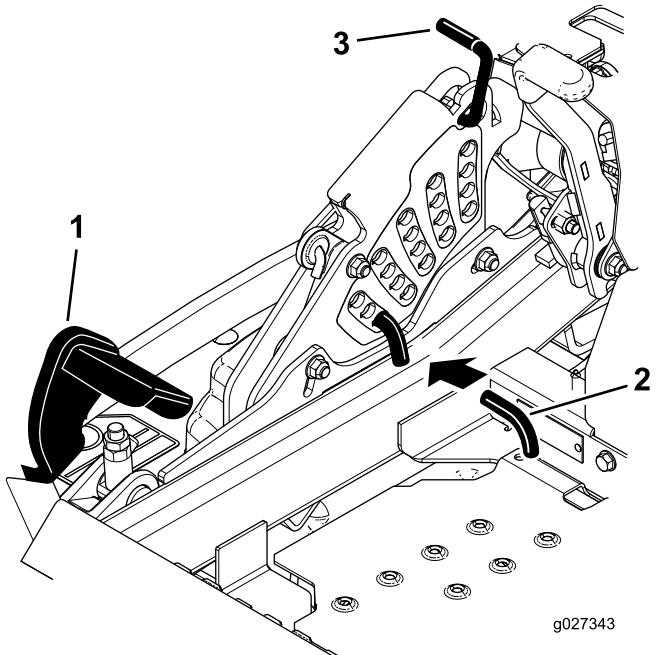

Figura 123
- Pressione totalmente o pedal de elevação da plataforma e a plataforma tranca na posição de transporte de 14 cm (Figura 123).